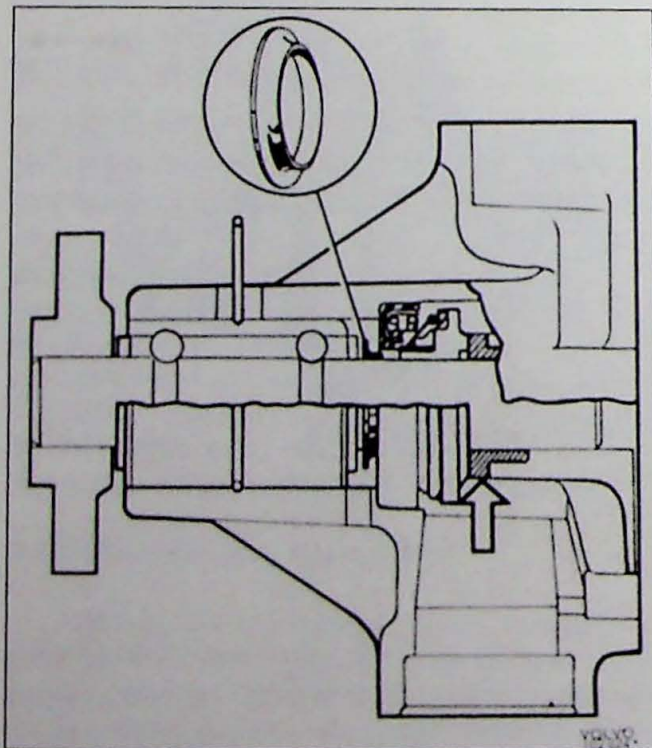
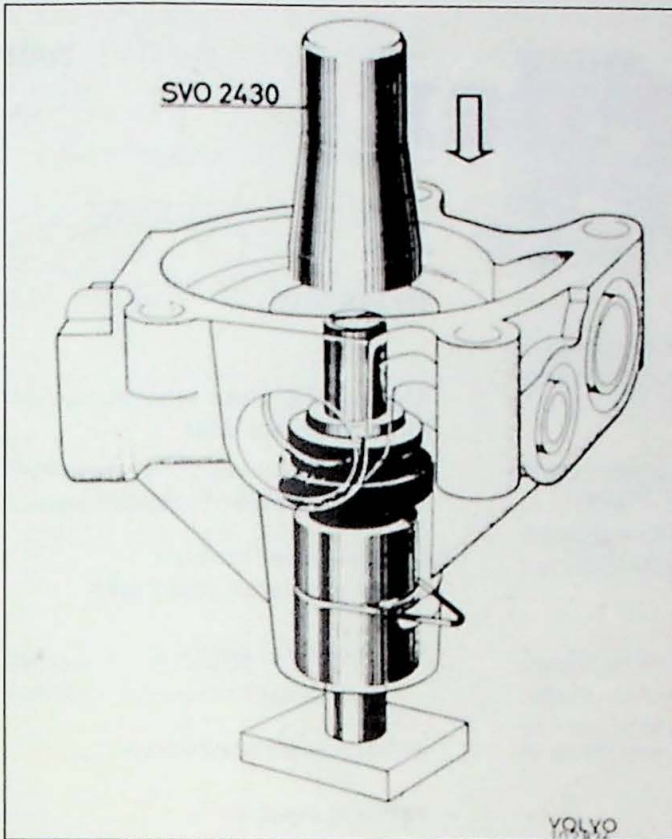

Fig. 4.5. Plaatsing van de afsluitring
Fig. 4.6. Montage van de afsluitring
2. Monteer afsluitring (Fig. 4.5). Monteer de sluitring met werktuig SVO 2430 (Fig. 4.6). Bestrijk het aansluitvlak van de koolring en het schoepenwiel met molybdeensulfide, verdund met minerale-olie SAE 30. Deze molybdeensulfide moet droog zijn voor de montage.